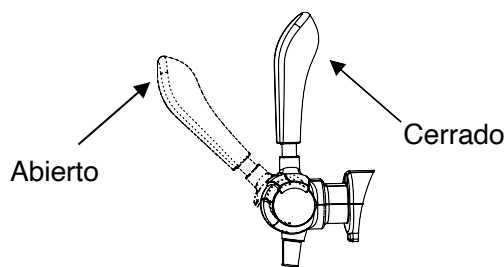

Figura 12
5. Para verter la cerveza tire del mecanismo del grifo (tirador) hacia abajo. Puede ajustar la perilla del regulador de presión para controlar el caudal de cerveza y la cantidad de espuma (como se muestra en la Figura 12);